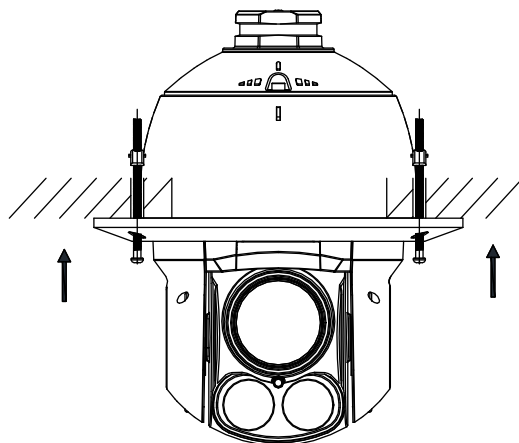

图2-13 球机安装到已打孔位置
- 验证完毕后关闭电源，按照以下指示位置及方向，将球机安装到天花板已打孔位置处，如图 2-13 所示。